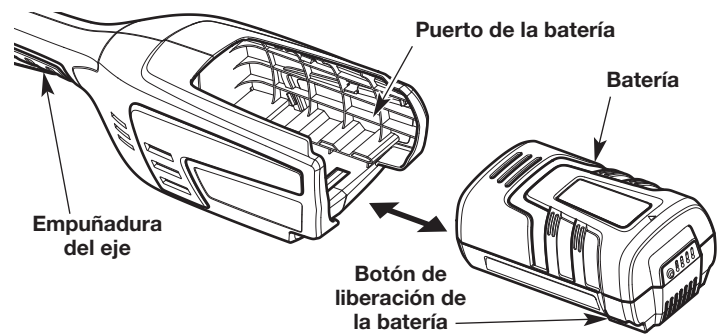

Fig. 11
1. Sujete la empuñadura del eje con firmeza (Fig. 11). **NO** presione el bloque del disparador y **NO** apriete el disparador. Consulte *Arranque y Parada*.
2. Deslice la batería en la base de de carga la batería (Fig. 11). Oprima la batería con firmeza hasta que quede trabada en su lugar (Fig. 11). Debería escuchar un "clic".
1. Sujete la empuñadura del eje con firmeza (Fig. 11). **NO** presione el bloqueo del disparador y **NO** apriete el disparador. Consulte *Arranque y Parada*.
2. Presione el botón de liberación de la batería para destrabarla (Fig. 11).
3. Extraiga la batería del puerto de la batería (Fig. 11).